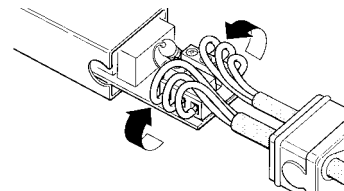

Abb. 6
- 8 Die Leiter wie in Abbildung 6. biegen.